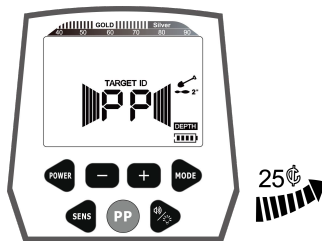

Fig.15
- b. Prendere una moneta d'argento da 25€ e farla avvicinare lentamente alla bobina di ricerca. Alla posizione di circa 7" – 8", inizia a comparire la prima serie di cursori dell'intensità del segnale, il suono diventa più forte e il tono più alto. Continuando a muovere la moneta d'argento da 25€, il cursore dell'intensità del segnale si riempie rapidamente, il suono diventa più forte e il cursore di profondità indica la profondità fino a quando ne rimane solo uno, a indicare che il metallo si sta avvicinando gradualmente al centro della bobina di ricerca. (Vedere Fig.15)